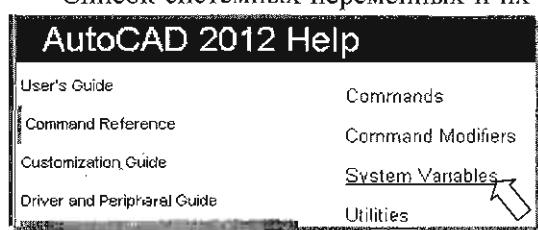

Рис. 1.25. Справка по системным переменным
Список системных переменных и их значения можно найти, вызвав окно справки (рис. 1.25) в разделе **Command Reference** (Справочник команд) в подразделе **System Modifiers** (Системные переменные).
1. Щелкните мышью на кнопке  Zoom Real time (Зумирование в реальном времени), расположенной на стандартной панели инструментов (рис. 1.25). На экране появится изображение курсора в виде лупы со знаком плюс минус (\pm) около нее.